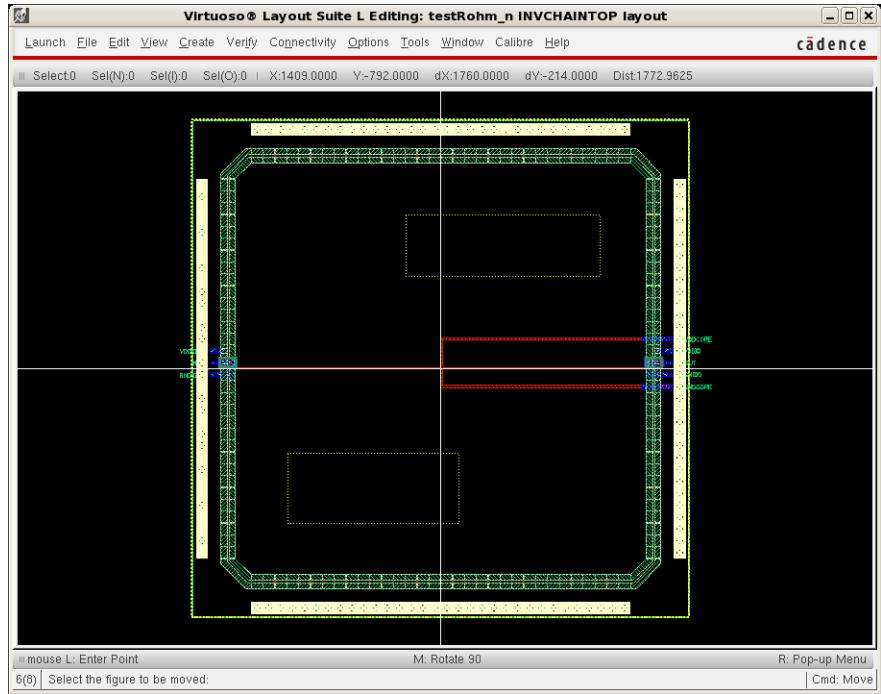

図 77: ACTIVE レイヤのダミー禁止レイヤの挿入
- おそらくこのまま実行するといくつかの密度違反が発見されるはずである。密度チェック時には密度が足りない部分に自動的にダミーパターンが生成されているが、ACTIVE AREA に関してはダミーが発生されすぎてしまうと言う状況が発生する。これを防ぐために意図的に ACTIVE レイヤのダミー禁止レイヤ (NODMYACT) をチップ内に適当に置いておく必要がある。図 77 に例を示す。ここでは r キーで適当な大きさに四角を書いておけば良い。レイアウトを Save した後、Run DRC ボタンで再度密度チェックを行い、エラーが出なくなれば OK である。